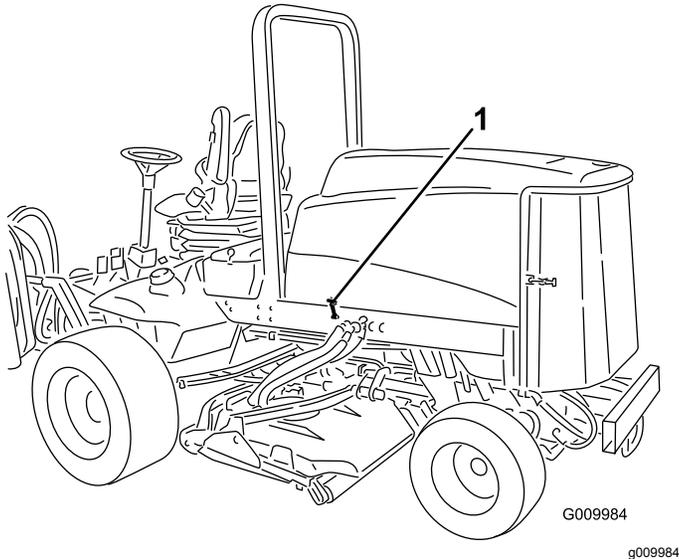

Figure 47
1. Déverrouillez le capot (Figure 47) et faites-le pivoter pour l'ouvrir.